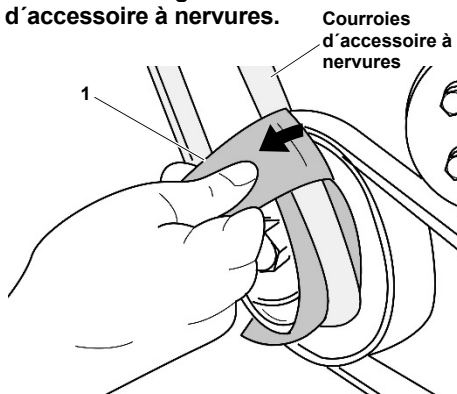

Fig. 4: Retirer la courroie d'accessoire à nervures.
4. En tirant sur la sangle "1", tel que montré dans la fig. 4, retirer la courroie d'accessoire à nervures de la poulie.